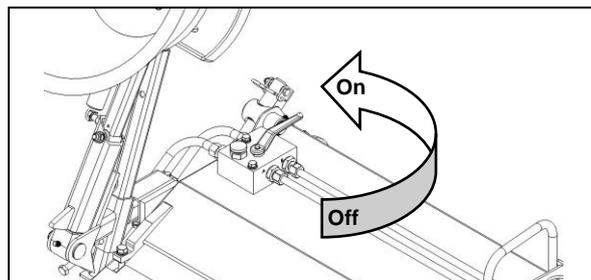
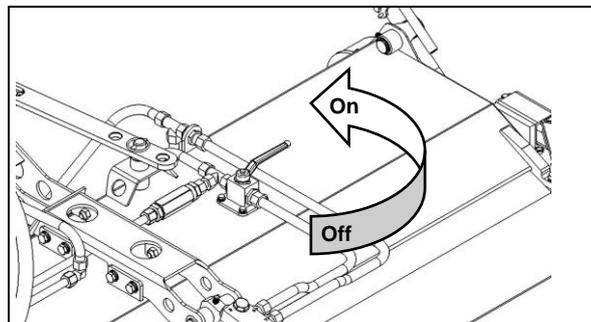

Fig. 4.11
Fig. 4.12
- Absperrhahn, zum Hydraulikmotor des Seitenkehrbesens (Fig.4.11) sowie Hydraulikzylinder des Sammelbehälters (Fig.4.12) öffnen.